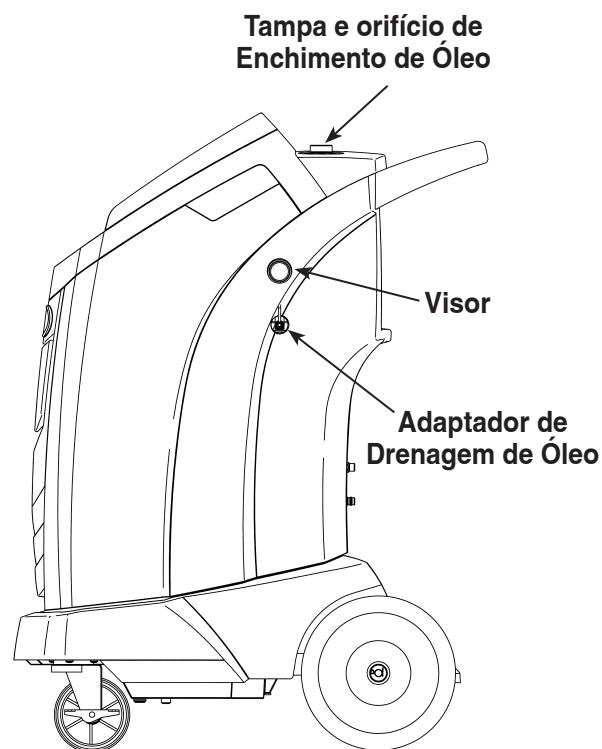

Figura 19
3. Depois de o compressor parar, abra **lentamente** a tampa de enchimento de óleo para verificar que não há pressão na máquina. Depois, retire cuidadosamente a tampa. Ver Figura 19.